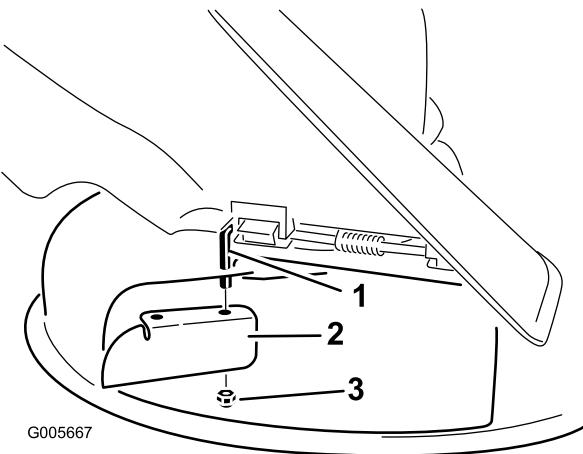

Figura 29
6. Installate il deflettore di scarico sull'asta orientabile visibile (Figura 29). Usate il dado sottile in dotazione (3/8 poll.) per assicurare il deflettore al tosaerba.